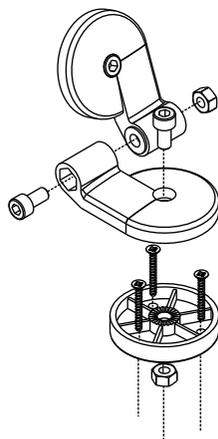

Figure 13. Fixation type rotule articulée
- Positionner le module de commande sur le tableau de bord à l'aide d'une fixation appropriée, telle une rotule articulée. (Figure 13.)